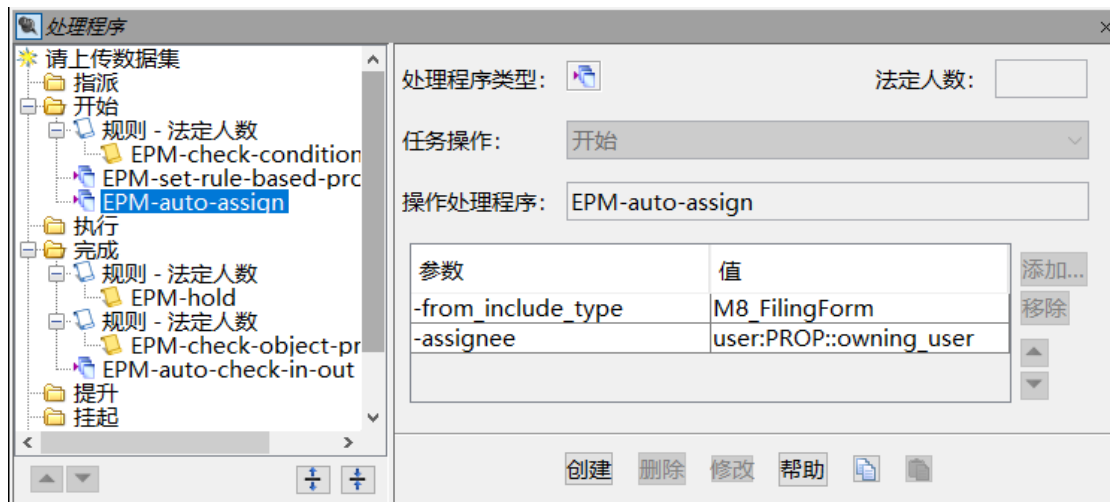

图 3
3. 选择“开始”任务操作，处理程序类型为操作处理程序，输入 handler：EPM-auto-assign，并输入参数 -from_include_type 与值 M8_FilingForm;输入参数-assignee 与值 user:PROP::owning_user(如图 3)，点击创建。该参数与值的效果为找到流程目标下 M8_FilingForm 类型对象，将该对象的 owning_user 值作为该节点的 owner。